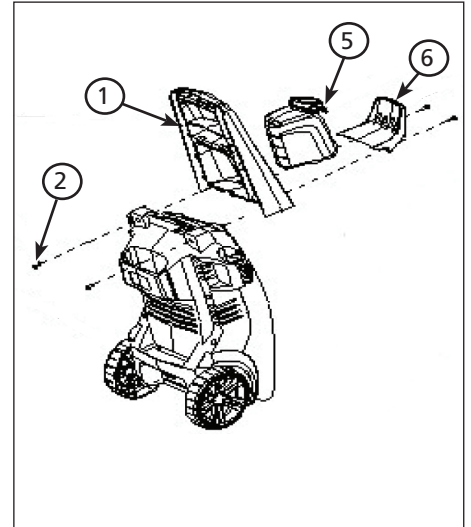
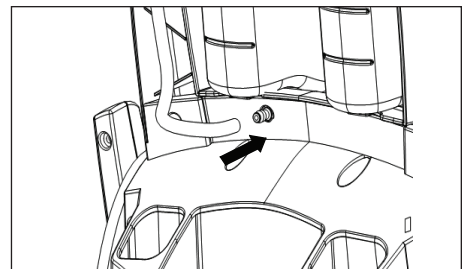

Figura 8 - Sólo PW1825
Figura 10 - Sujete el tubo del jabón a la unidad (modelos PW1825 y PW1835 solamente)
1. Deslice el mango (1) en la unidad (ver la figura 8).
3. Deslice el gancho de la manguera (6) en el frente de lavadora a presión.
5. Deslice el tanque de jabón (5) en el mango.
6. Sujete el tubo de jabón a la unidad (ver la figura 10).
- Gire el gancho inferior (7) en la ranura de la unidad.
- Sujete el gancho inferior (7) con el tornillo Phillips (8).
- Sujete el tubo de jabón a la unidad (ver la figura 10).